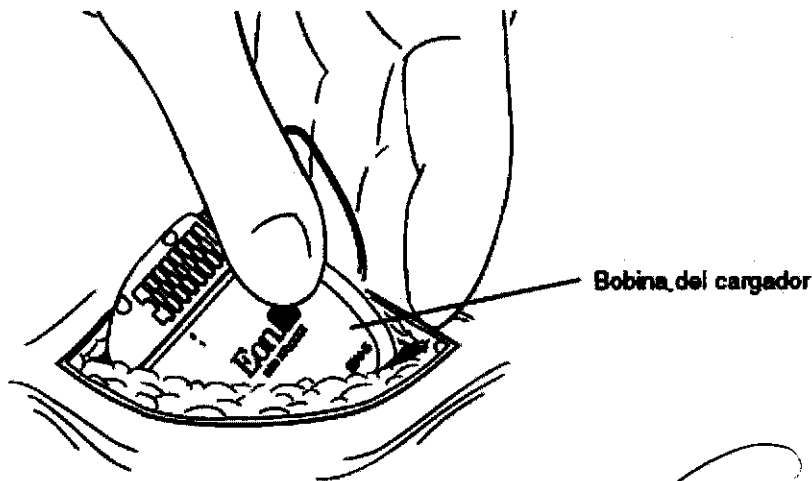

FIGURA 32
2. Enrolle con cuidado cualquier exceso (o alargador) en bucles grandes, de un diámetro no inferior a 2,5 cm y colóquelos debajo del GII (Figura 32). Los bucles tienen como objetivo proporcionar protección contra tirones a la derivación (o el alargador) y a la conexión del GII.